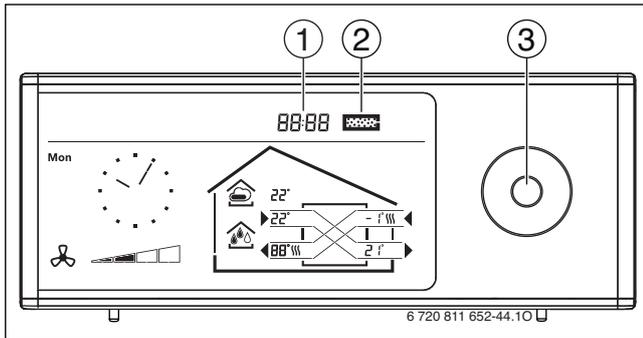

Bild 15
- ▶ Navigationstaste [3] in Bild 15 in der Mitte drücken. Symbol der aktuell eingestellten Betriebsart blinkt in der Betriebsartenanzeige des Displays.